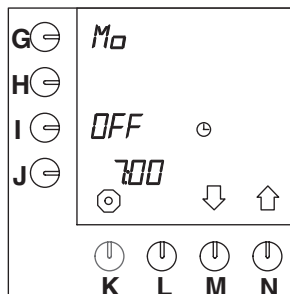

Abb. 43 Vorheizen des Behälters
- Im Display erscheint "AuS" in der Position neben der Programmieraste (I.) (Abb.43).